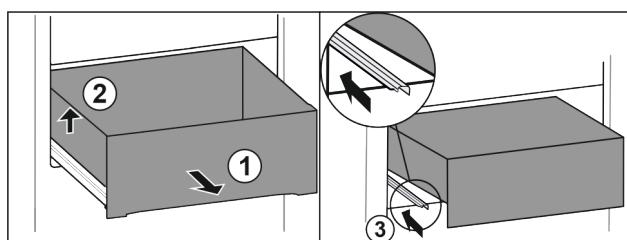

Fig. 88
- Vytiahnite zásuvku až na doraz. Fig. 88 (1)
- Nadvihnite zásuvku doľava. Fig. 88 (2)
- Zasuňte ľavú koľajničku. Fig. 88 (3)